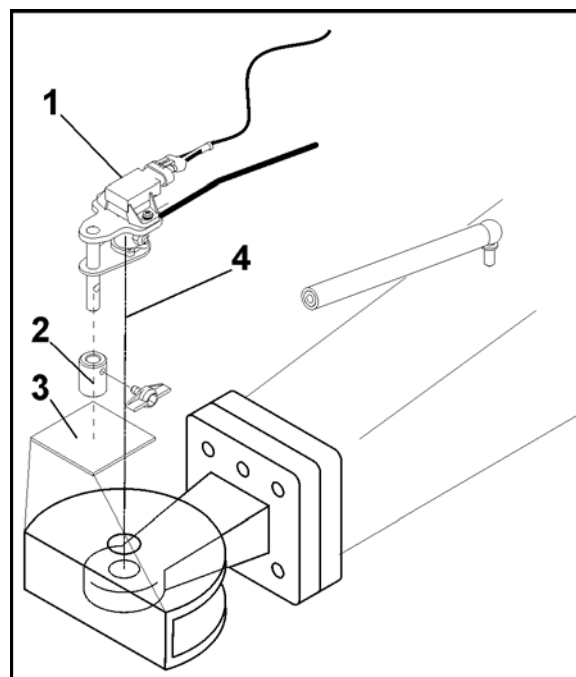

Рис. 117
- Обеспечьте минимальный зазор между точкой присоединения и датчиком угла поворота (Рис. 117/ X) (особенно в случае дышла «Hitch»).